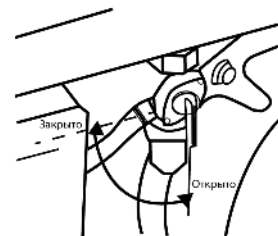

Рис.6
1. Откройте топливный кран (Рис. 6)